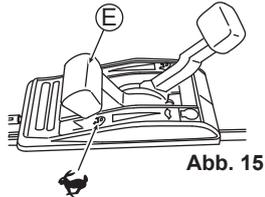

Abb. 15
2. Stellen Sie den Gashebel (E) auf "STOP", um mit dem Mähen zu beginnen. (Siehe Abb. 15)